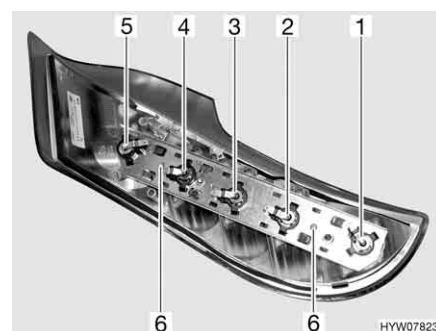

Fig. 246 Luci posteriori (lato posteriore)
- Svitare le due viti Torx (Fig. 246,6) del listello di supporto poste sul lato posteriore dell'involucro.